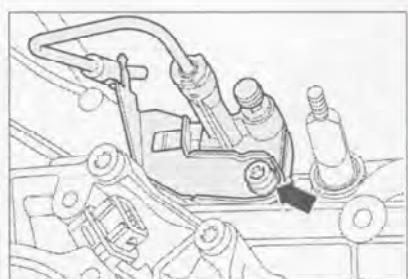

Рис. 7.168. Отверните болт (стрелка) и снимите рабочий цилиндр сцепления.
5. Отверните болт (стрелка) и снимите рабочий цилиндр сцепления (рис. 7.168). Момент затяжки: 25 Нм.
21. Отверните болт (стрелка) и снимите рабочий цилиндр сцепления (рис. 7.168). **Момент затяжки: 25 Нм.**